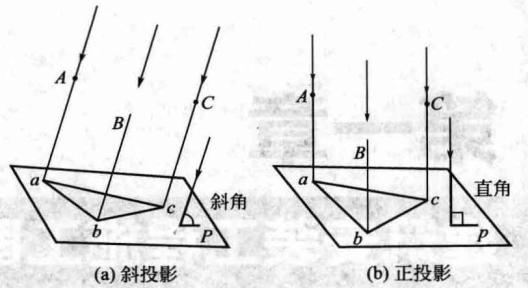

图 1-2 平行投影法
(2) 平行投影法 当投影中心离开投影无限远时，投影线可以看作是相互平行的，投影线相互平行的投影方法称为平行投影法。平行投影法所得到的投影称为平行投影。根据投影线与投影面的位置关系不同，平行投影法又分为两种。投影线相互平行而且垂直于投影面，称为正投影法，又称为直角投影法，如图 1-2(a) 所示。投射线相互平行，但倾斜于投影面，称为斜投影法，如图 1-2(b) 所示。